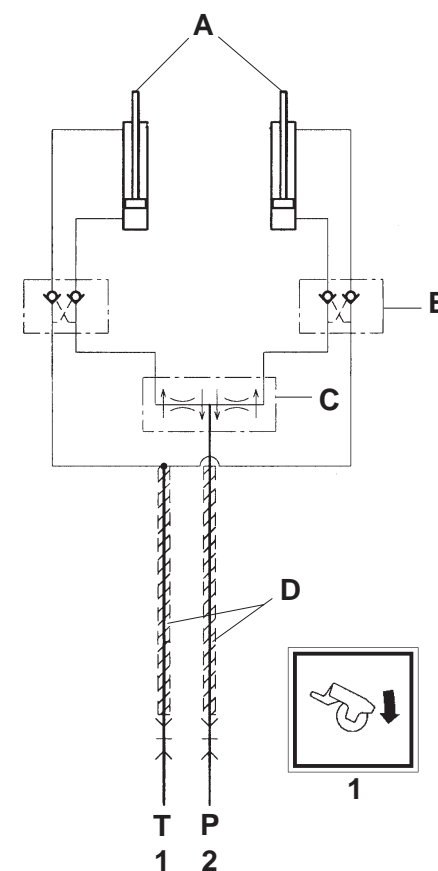

Fig. 15
vorzunehmen (Abb. 15), um die beiden Hydrozylinder (A Abb. 15) für die Einstellung der heckseitigen Walze betätigen zu können, mit der die Arbeitstiefe festgelegt wird. Die hydraulischen Leitungen sind alle mit Aufklebern versehen, um die Erkennung zu vereinfachen. Diese Leitungen sind:
- Anm.: Die beiden Zylinder (A Abb. 15) sind mit einem automatischen Sperrventil versehen (B Abb. 15).
brancher au tracteur l'installation hydraulique (Fig. 15). Celle-ci permet d'actionner les deux vérins hydrauliques (A Fig. 15) pour le réglage du rouleau arrière qui détermine la profondeur de travail. Les tubes hydrauliques portent des étiquettes adhésives permettant de les reconnaître, représentant:
N. B. : Les deux vérins (A Fig. 15) sont équipés d'une vanne de blocage automatique (B Fig. 15).
los dos cilindros hidráulicos (A Fig.15) para la regulación del rodillo trasero que determina la profundidad de trabajo. Los tubos hidráulicos tienen unas etiquetas adhesivas que indican:
Nota: los dos cilindros (A Fig.15) tienen una válvula automática de bloqueo (B Fig.15).